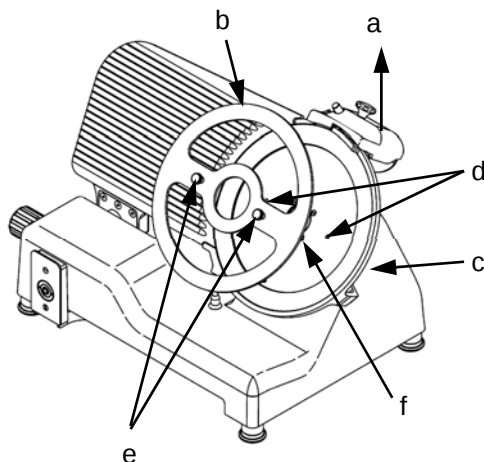

Abb.49
4. Die Maske (b) auf das Schneideblatt setzen und mit dem Ring (Abb. 49 Detail c) zusammenpassen;
5. Die Löcher (Abb. 49 Detail d) des Schneideblatts müssen mit den zwei Drehbolzen (Abb.49) der Maske zusammenpassen, dazu das Schneideblatt solange drehen bis diese Position erreicht wird;